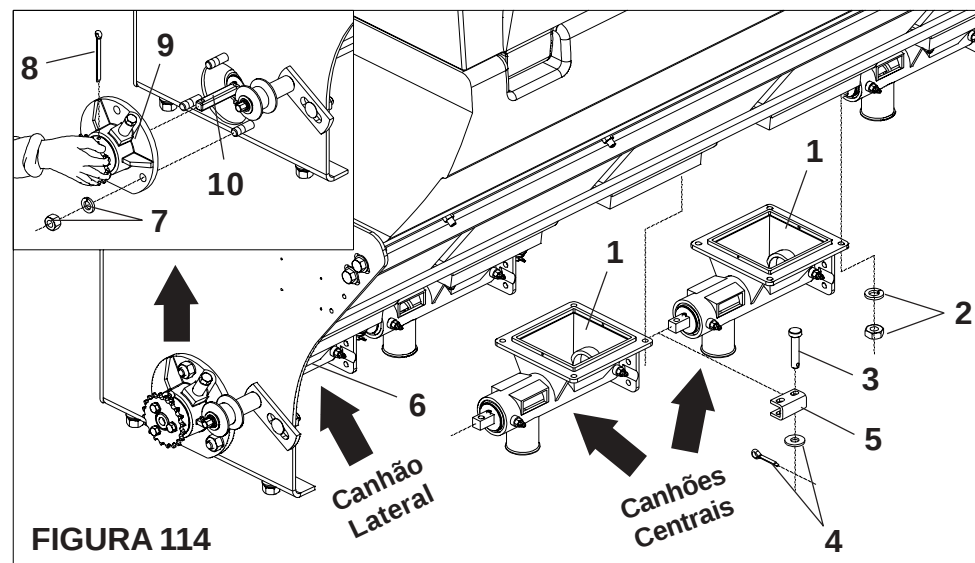

FIGURA 114
LIMPEZA DO CONDUTOR LATERAL (FIGURA 114) SPA MEGA FLEX 4000 / 4500 / 5000 / 5500
2 - Para retirar os canhões laterais (6), solte as porcas e arruelas (7), retire o contrapino (8) liberando o cubo (9) e o eixo (10) do canhão (6). Em seguida lave-os com água corrente. Monte novamente os eixos, observando a montagem correta dos canhões laterais (6), **conforme mostra a figura 114.**